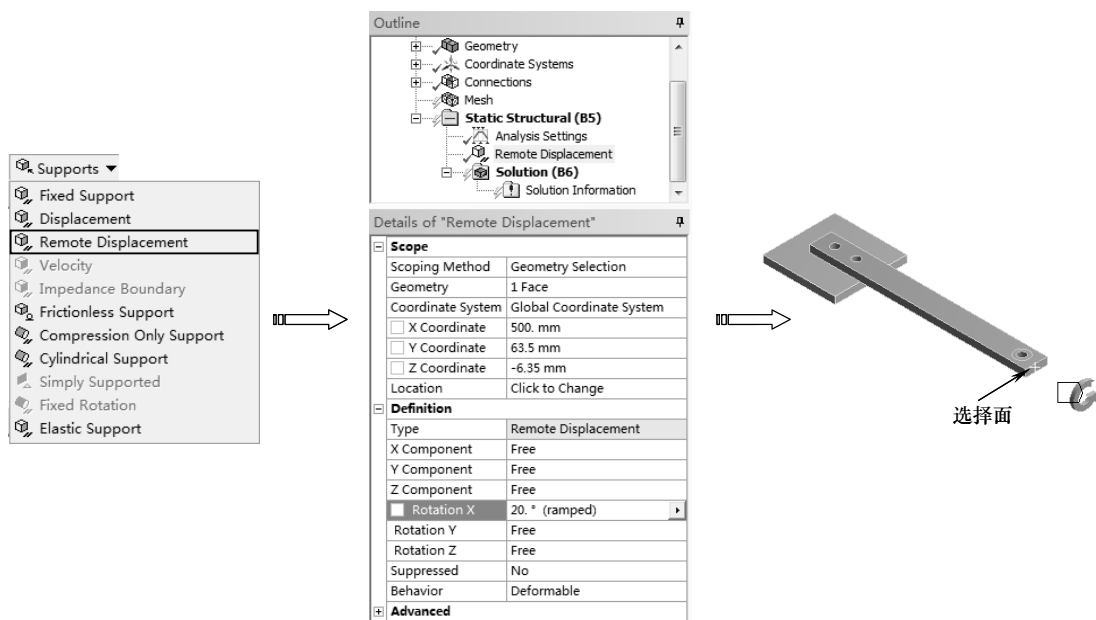

图 5-30 远端位移
- ✧ Remote Displacement (远端位移): 远端位移用于在远端加载平动和旋转位移, 如图 5-30 所示。需要通过点或输入坐标值定义远端的定位点, 默认位置为几何模型的质心, 可用局部坐标系或整体坐标系, 通过局部坐标系来施加转角。